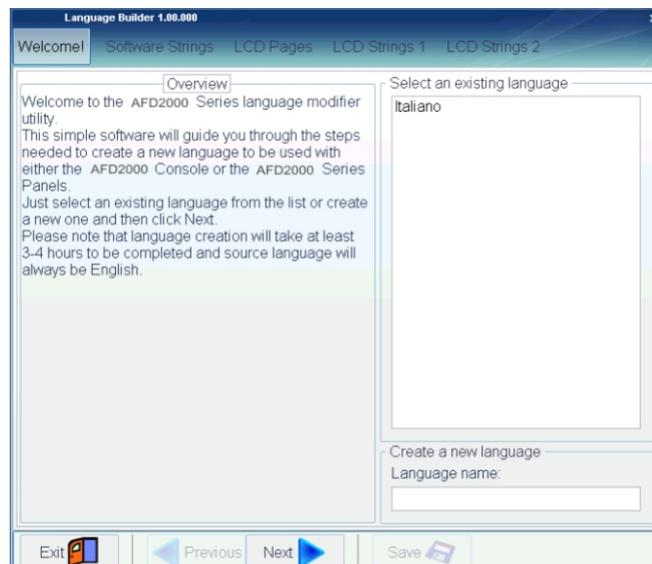

Figura 31 La ventana principal de LangBuilder
- 1) En la ventana principal del programa (ver la Figura 31) introducir en el campo "**Language name**" el nombre del nuevo idioma a crear y luego presionar la tecla "**Next**".